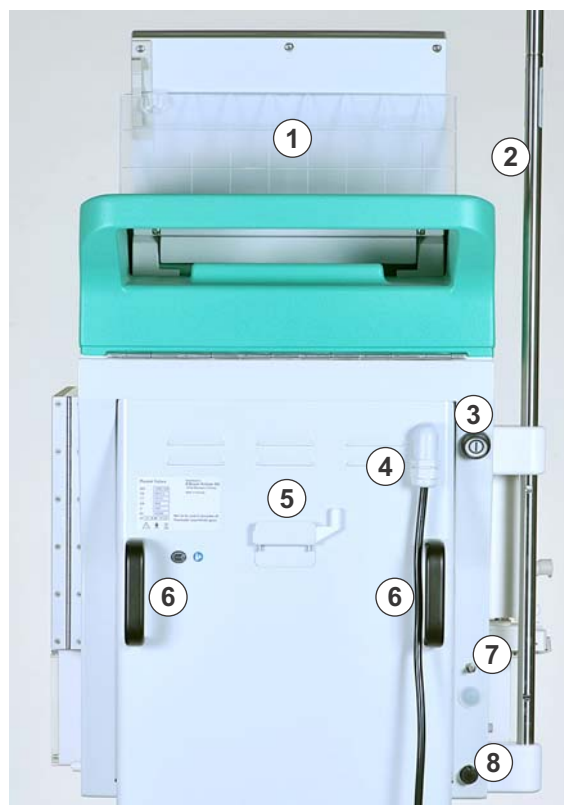

Abb. 2-7 Rückseite
Der Ein-/Ausschalter befindet sich rechts oben an der Rückseite des Geräts (siehe Abb. 2-7 Rückseite (31)). Er dient als Netzschalter, der das Gerät mit der Stromversorgung verbindet oder von ihr trennt.